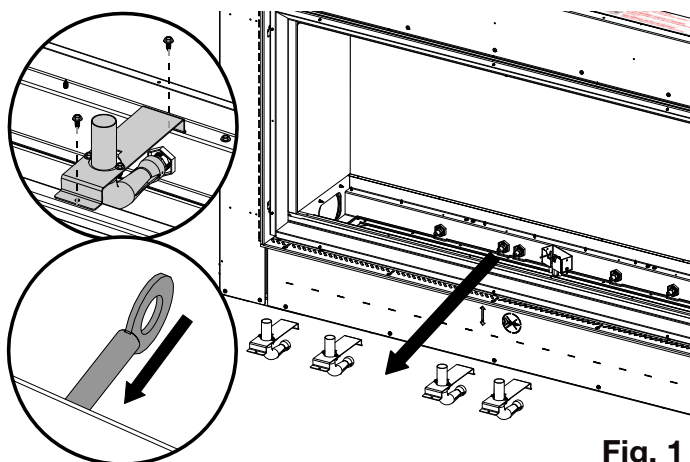

Fig. 1
- D. Retirer les venturis en enlevant les 2 vis qui fixent chaque support (**Fig. 1**).